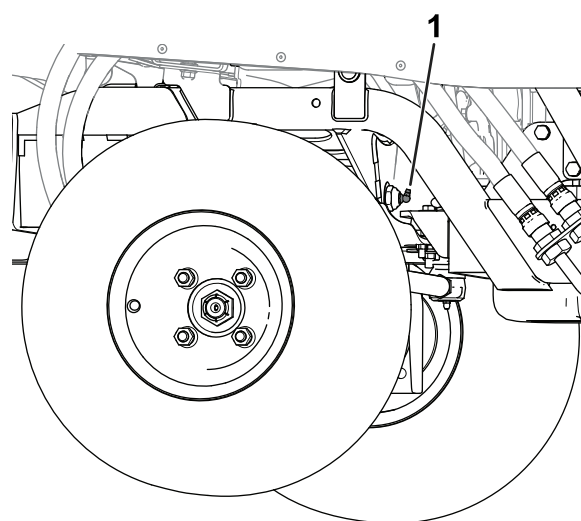

Figure 50
- Axe de pivot d'essieu (Figure 50)